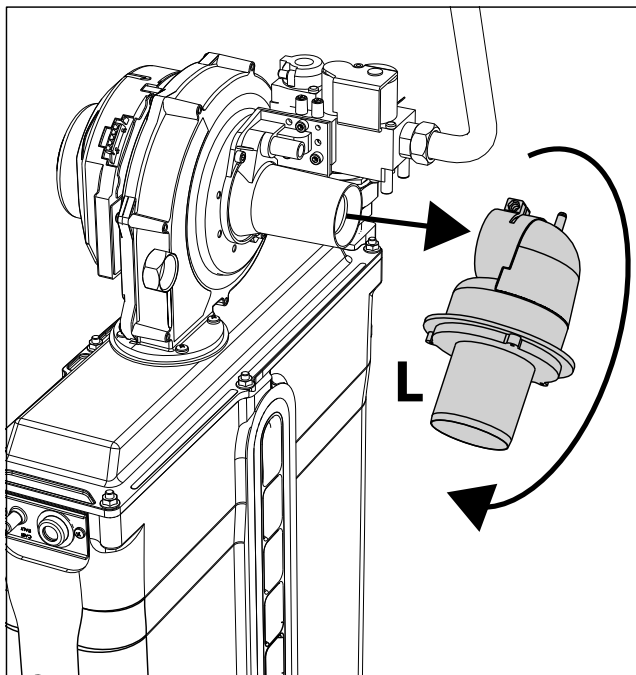

fig. 79
4. Ruotare e sfilare il silenziatore "L" (vedi fig. 79).